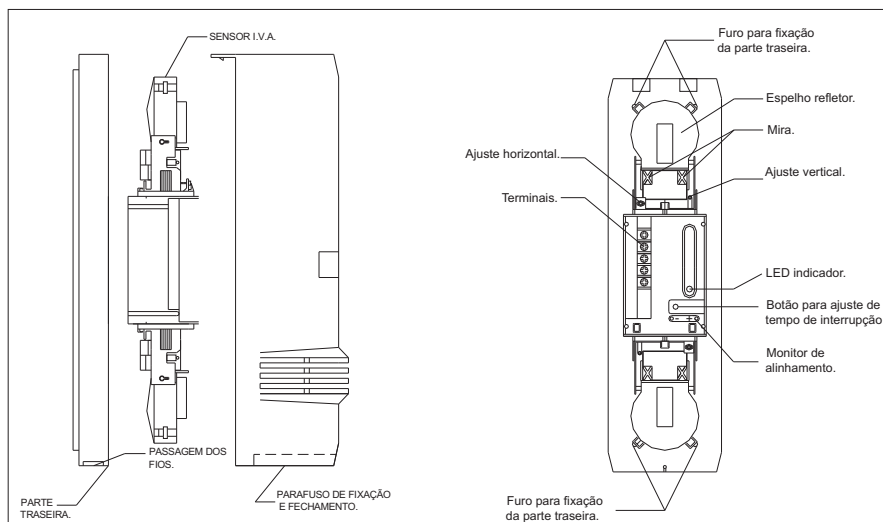

Figura 1
- Parafuse as partes traseiras (Figura 1) das unidades TX e RX em uma superfície sólida;
- Ligue a fiação nos terminais das unidades TX e RX conforme item 3.3: